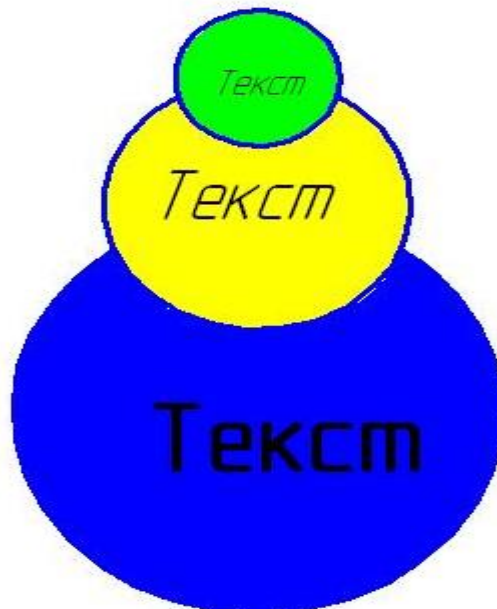

Рисунок 8
**Задание 6:** Используя кнопку «Ввод текста», введите внутри любых созданных рисунков тексты различных стилей и форматов (См. рисунок 8).